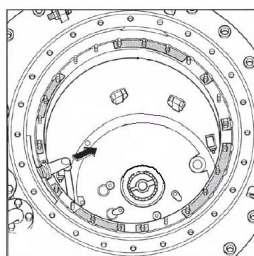

图 22
(4) 取下吸油管, 从里面拉出插入头部法兰的连接弯管(图22), 注意不要损坏弯管上的O形密封圈。